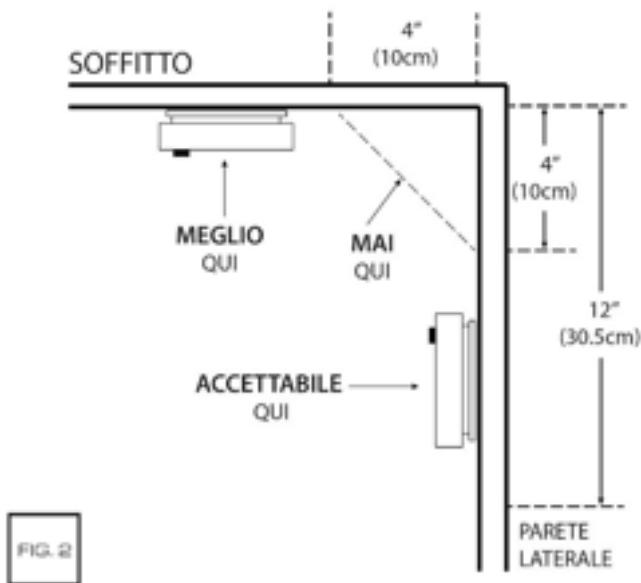

FIG. 2
- if installed on the ceiling, at least 100mm away from any wall (figure 2, 3 and 4);*
- if installed on the wall, at least 100mm away from the ceiling (figure 2, 3 and 4);*
- bei Deckenmontage mindestens 100 mm von jeder Wand entfernt (Abbildung 2, 3 und 4);
- bei Wandmontage mindestens 100 mm von der Decke entfernt (Abbildung 2, 3 und 4);
- s'ils sont installés au plafond, à au moins 100 mm de tout mur (figures 2, 3 et 4) ;
- s'ils sont installés au mur, à au moins 100 mm du plafond (figures 2, 3 et 4) ;